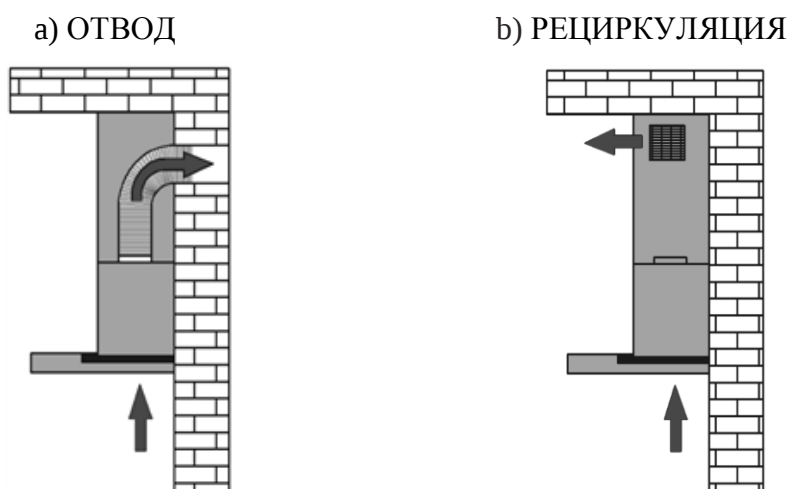

Рис. 5
1) Отвода (рис. 5а) – воздух удаляется из помещения через соединение вытяжки с вентиляционным каналом жестким пластиковым воздуховодом или гофрированным шлангом диаметром 150 мм. И, таким образом, все кухонные испарения, запахи, гарь и копоть, проходя через многоразовые алюминиевые жироулавливающие фильтры, выводятся за пределы помещения. При данном режиме работы нет необходимости устанавливать угольные фильтры. Режим отвода является наиболее эффективным, поскольку вытяжка удаляет все кухонные испарения за пределы кухни в вентиляционную шахту.